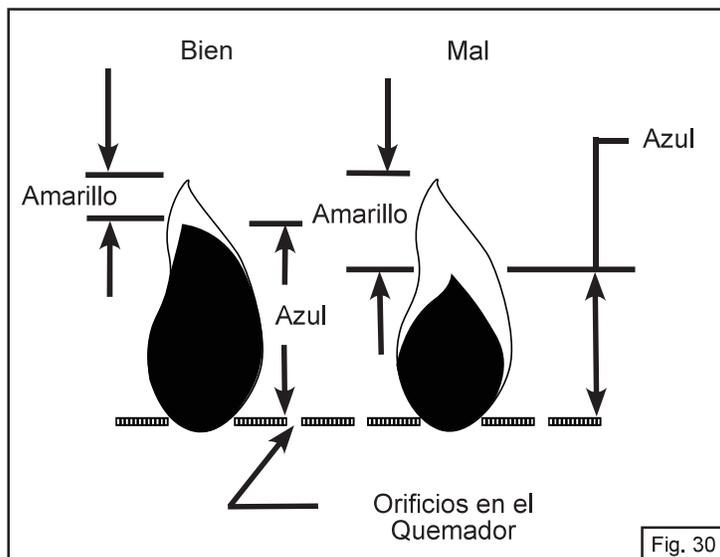

Fig. 30
- La llama debería tener un aspecto similar a la llama buena que se muestra en la Fig. 30, y estas características: